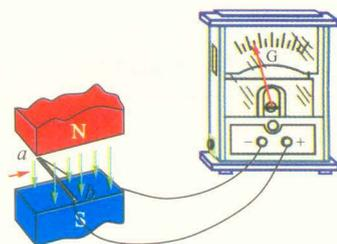

图 1-4-2 闭合电路的部分导体在磁极间左右运动
2. 按图 1-4-2 所示连成电路，图中 G 为电流计， ab 为一段直导线，观察导体 ab 在匀强磁场中向左和向右运动时电流计指针偏转的方向；然后再将匀强磁场的方向反过来，重复上述过程。分析磁场方向、导体切割磁感线运动方向和感应电流方向之间的关系。
在图 1-4-2 的情形中，导体 ab 向右运动时，回路中的电流沿顺时针方向，在 ab 段电流从 b 流向 a ；导线 ab 向左运动时，回路中的电流沿逆时针方向，在 ab 段电流从 a 流向 b 。